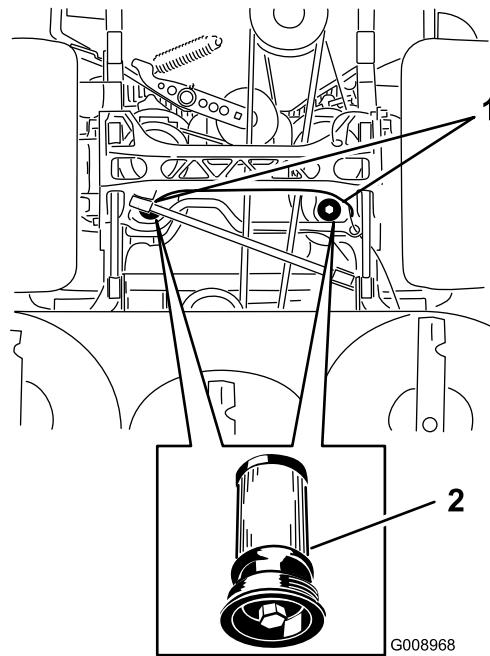

Figura 96
5. Coloque um recipiente de escoamento debaixo dos filtro, retire o filtro velho e limpe a superfície (Figura 96).
6. Aplique uma fina camada de fluido hidráulico na junta de borracha do filtro de substituição (Figura 96).